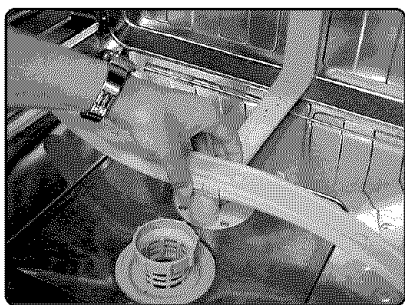

Figure 48/Ilus. 48
2. Grasp the lower spray arm, as shown in Figure 48, and gently pull the lower spray arm upward, as shown in Figure 49.
2. Saisir le bras gicleur, comme à la figure 48, et tirer délicatement le bras vers le haut, comme à la figure 49. S'il faut nettoyer le bras gicleur, le rincer à grande eau.
2. Agarre el brazo de rocío inferior como muestra la Ilustración 48 y delicadamente jálelo hacia arriba como muestra la Ilustración 49.